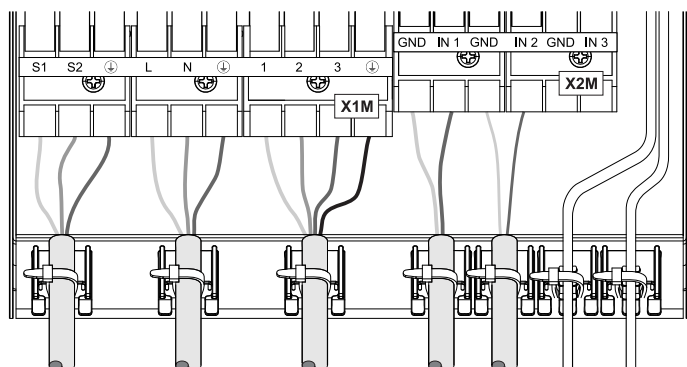

Bild 4-8 Dragavlastning genom buntband
- Alla kablar, som är anslutna på DAIKIN EKHHP, måste med hjälp av buntband säkerställa en effektiv dragavlastning i regulatorhuset (se Bild 4-8 till 4-10).